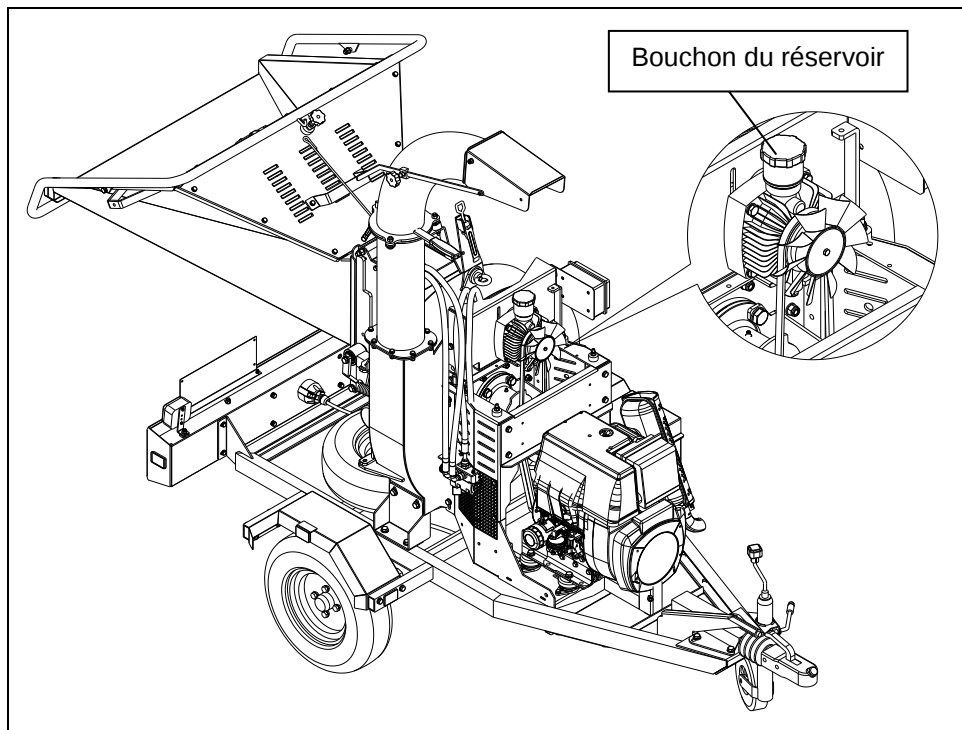

Fig. 30
- Dévisser le bouchon supérieur du réservoir d'huile (fig. 30).